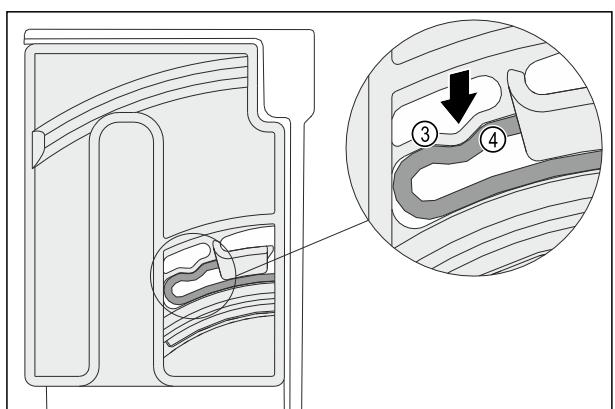

Fig. 120
- ▶ Еластичний елемент Fig. 120 (3) поворотного модуля зафіксується з характерним звуком у заокругленні ребра Fig. 120 (4).